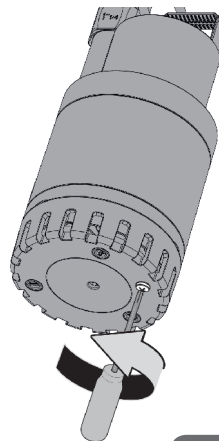

Fig. 9
- Skruva loss fästskraven på filtret (fig. 9) på de modeller som är försedda med denna skruv.
- Skruva loss fästskruvén på filtret (fig. 9) på de modeller som är försedda med denna skruv.